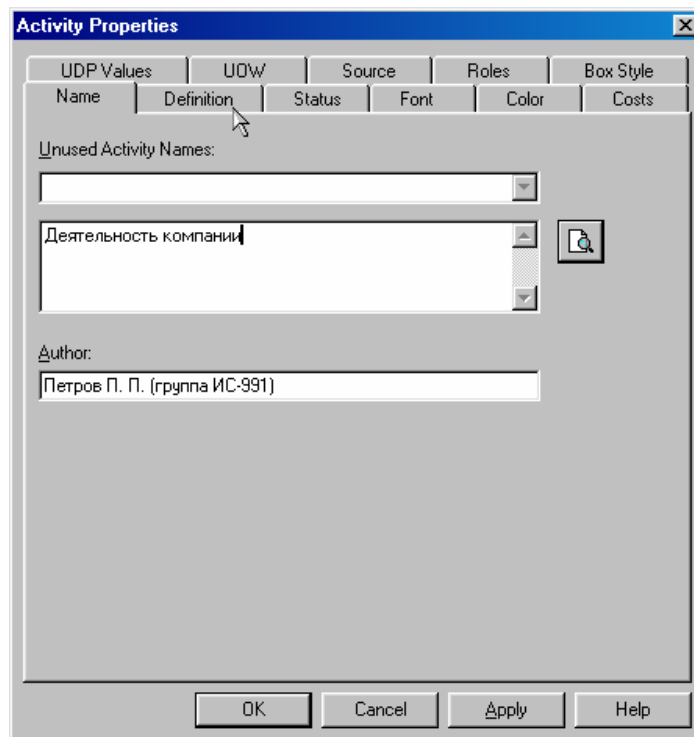

Рисунок 2.9 – Присвоение работе названия
- Во вкладке **Name** внесите имя "Деятельность компании" (рисунок 2.9).